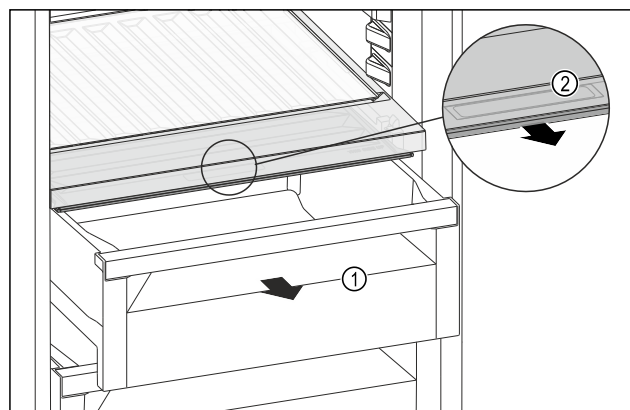

Fig. 186
- ▶ Izvucite ladicu Fig. 186 (1).
- ▶ Primite ručku Fig. 186 (2) na poklopcu pretinca i istodobno povucite poklopac pretinca prema naprijed.